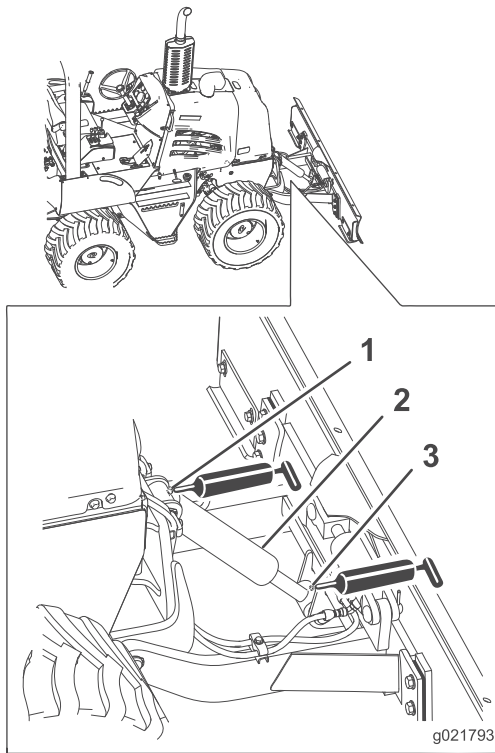

Bild 34
2. Setzen Sie eine Fettpresse auf jeden oberen und unteren Schmiernippel für den Hubzylinder und drücken Sie drei Stöße des Fetts auf jeden Schmiernippel ein (Bild 34).